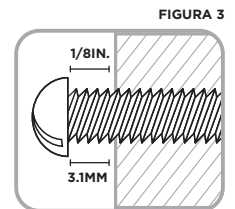

FIGURA 3
10. Coloque los tornillos provistos con las herramientas de montaje en la superficie de montaje hasta que quede un espacio aproximado de 1/8 pulgada (3,1 mm) entre la superficie y la cabeza del tornillo (ver Figura 3).